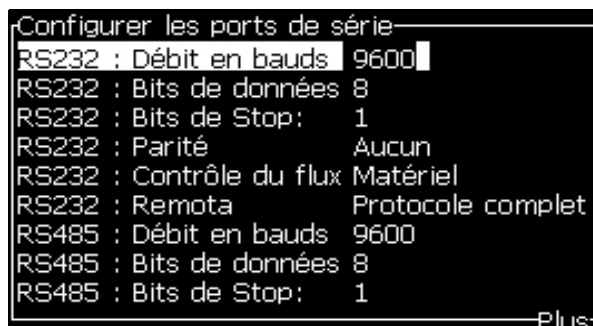

Figure 4-21 : Boîte de dialogue *Configuration des Ports Série*
- 2 Sélectionnez l'option *Configuration Port Série* et appuyez sur la touche *Entrée*. La boîte de dialogue *Configuration des ports Série* apparaît (voir Figure 4-21).